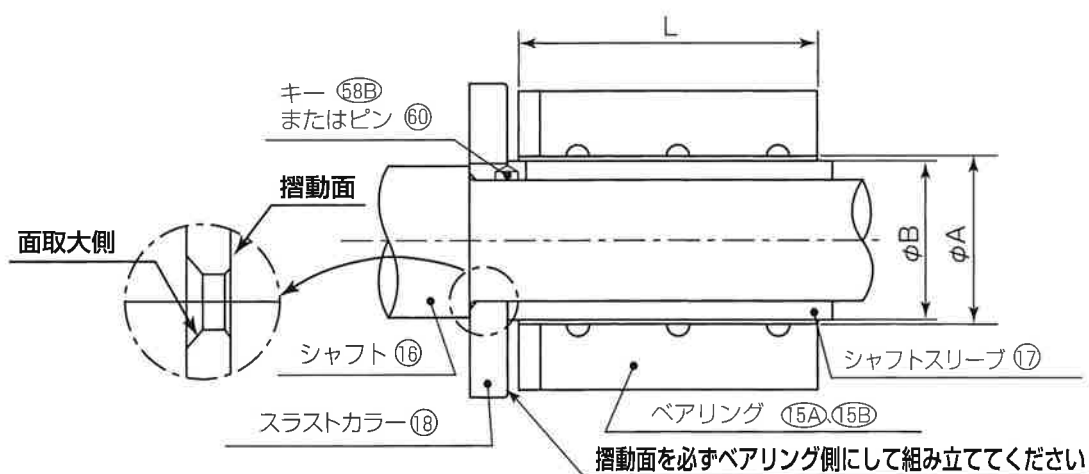

図10
- (4) 補助配管系の液も同様に排出します。
- (5) 循環パイプ(34) (F&FA形) または熱交換器ASSY(35) (B形) を取り外します。
- (6) 配管の荷重がポンプにかかっていますので、ケーシング(01)の下に適当な枕を敷いてください。
- (7) ケーシング(01)を締め付けているボルト(46B)または(46C)を取り外します。その時排出しきれなかった液が出てきますので注意してください。
- (8) ホルダ(41)とベース(40)を締め付けているボルト(46D)を取り外します。ベース(40)上をスライドさせ、ポンプ本体をケーシング(01)から引き離しガスケット(66A)を取り外します。
- (9) 図10に示す要領で g 寸法を測定し、記録します。
- (10) インペラ(02)を締め付けているボルト(46A)をロックしているロックワッシャ(57A)のつめを伸ばし、ボルト(46A)を外してインペラ(02)を抜き取ります。この時、小物部品を紛失しないよう大切に保管してください。特に調整座(56)は、そっくり束ねて保管してください。
- (11) FおよびR形はボルト(46B)を外してFBハウジング(32)を外します。その際にFBハウジング(32)のジャッキ穴を使ってゆっくりと抜き始めますと、インローが外れモータ室内の残液が出てきますので、充分注意して作業してください。
- (1) シャフトスリーブ(17)の回り止めのキー(58B)またはピン(60)を図10に示す位置に装着します。この時シャフトスリーブ(17)の噛み合い部に正しく噛み合っているか確認してください。